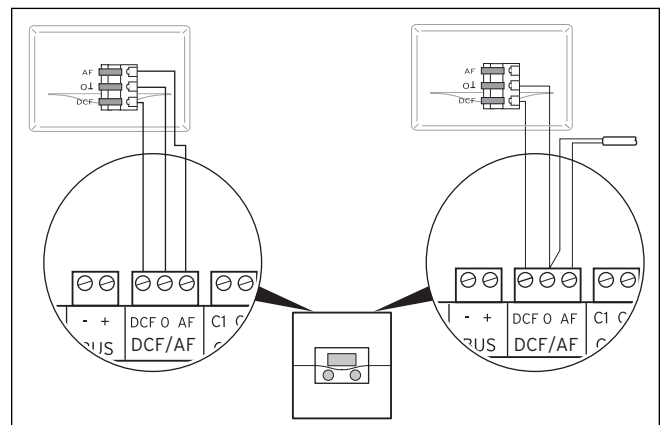

Fig. 5.42 Raccord du récepteur DCF
- Câblez le récepteur DCF conformément à la **fig. 5.42**.